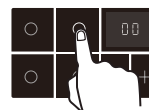

Рисунок 17
7. Чтобы отключить функцию контроля конфорки таймером, нажмите и удерживайте соответствующую кнопку выбора конфорки в течение 2 секунд. На дисплее в течение 5 секунд будет мигать символ "00". Рисунок 17.